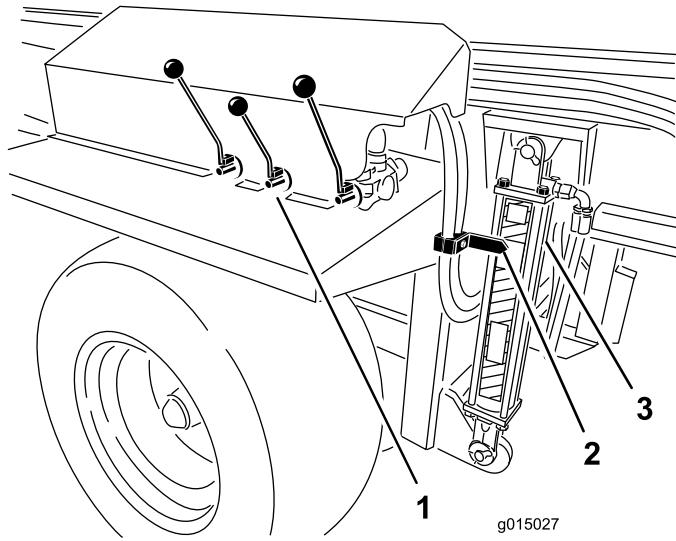

图35
在 SH 型号上使用液压控制装置，或在 EH 型号上使用无线控制装置，来调整主料斗液压油缸，直到其箭头对准液压油缸标贴上的绿色区域（图35）。
**重要事项：** 行进但未铺撒时，将机器抬起到最大安全行走距离，并关闭双甩盘（图35）。